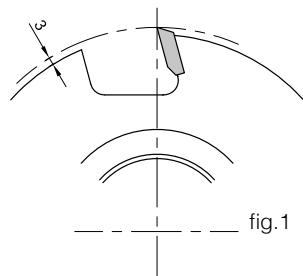

fig.1
- 1.3. Forma não redonda do corpo, com limitador sendo o máximo de rebaixo em relação ao cortante de 1,1 mm (fig.1).
- 1.3. Forma no redonda del cuerpo, con limitador o deflector, siendo el máximo saliente del cortante de 1,1 mm (fig.1).